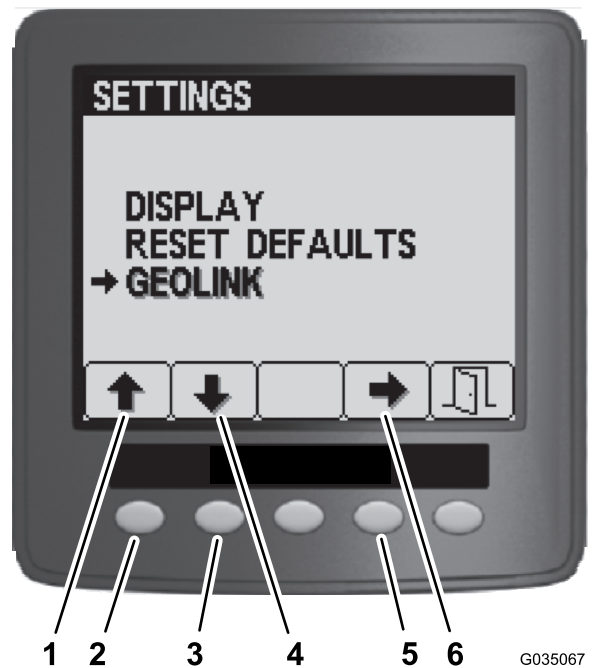

Рисунок 151
4. В меню Settings (Настройки) с помощью кнопок 1 или 2 перейдите к пункту GeoLink, затем нажмите кнопку 4, чтобы выбрать меню GeoLink (Рисунок 151).